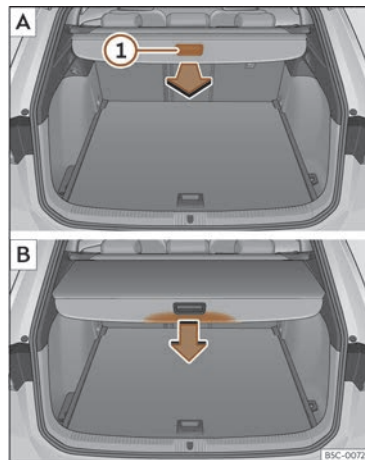

Fig. 185 În portbagaj: extinderea și retragerea copertinei.
● Trageți uniform spre înapoi de mânerul copertinei portbagajului >>> **fig. 185 ①**, până se fixează cu un clic în poziție.
● Pentru eliberare, apăsați mânerul copertinei portbagajului în direcția indicată de săgeată >>> **fig. 185 B**.